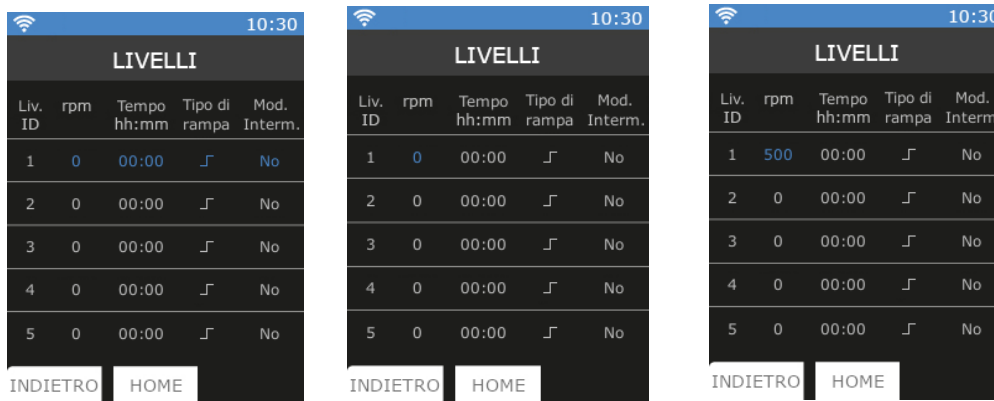

Figura 26.
- Spingere l'anello serraggio mandrino verso l'alto (Figura 26) e ruotarlo di 90° verso destra.